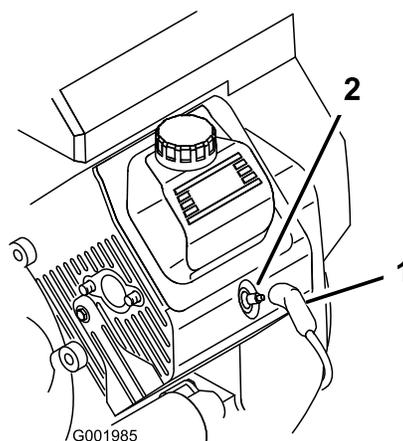

Рисунок 42
3. Снимите провода со свечей зажигания (Рисунок 42).
3. Наденьте провода на свечи зажигания (Рисунок 42).